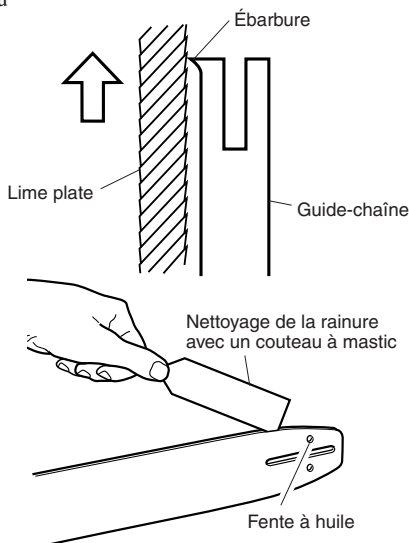

Figure 20 - Entretien de la guide-chaîne
2. Retirer périodiquement la sciure se trouvant dans la rainure de la guide-chaîne. Utiliser un couteau à mastic ou un morceau de fil de fer (voir la Figure 20).